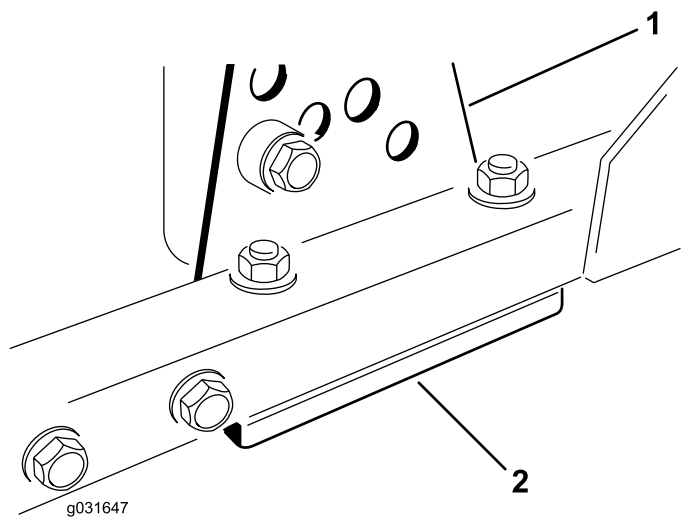

图 68
- 从刀盘架上拆除剪草高度支架前、左或右 图 68。
- 在刀盘架与剪草高度支架之间增、减 1.5mm 薄垫片和/或 0.7mm 薄垫片以达到所需的剪草高度设置图 68。
- 安装剪草高度支架到刀盘架剩余薄垫片集中放到剪草高度支架的下方图 68。